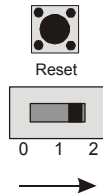

Figura 4-7
- √ Alimentate il connettore dei Servomotori spostando l'interruttore a tre posizioni come mostrato in Figura 4-7. Il vostro Servomotore può fare qualche movimento quando accendete.